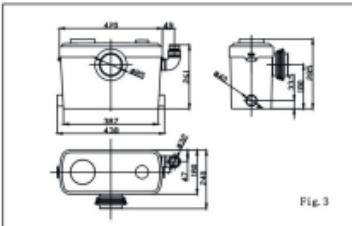

Fig. 4
3.1.1 Wiring diagram see Fig. 4